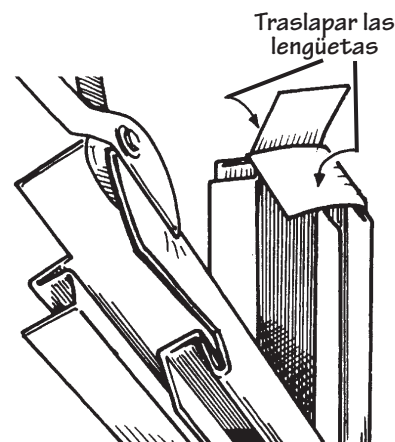

Figura 80.
- Los esquineros de las casas con un voladizo en el segundo piso necesitan cubrirse haciendo los cortes que se indican (Figura 80). Doble las bridas creadas sobre sí mismas según se indica.